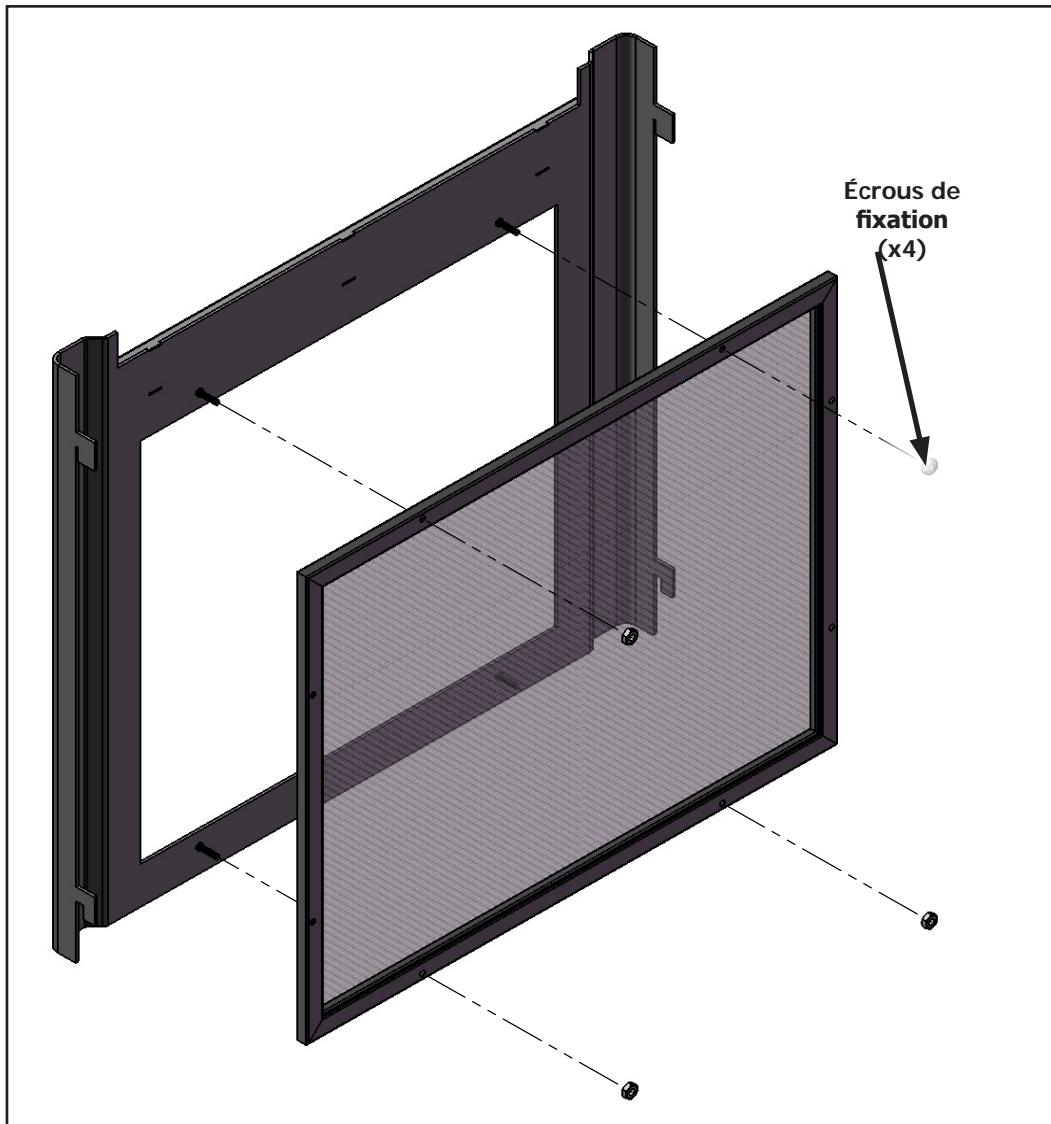

Figure 45. Dépose de l'écran de sécurité
**Étape 3:** Déposer les quatre écrous de fixation de l'arrière de la porte en acier (figure 45) à l'aide d'une clé ou douille de 11/32".